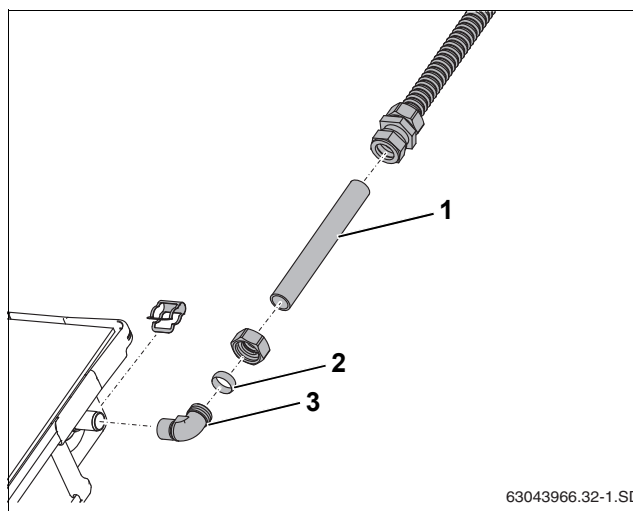

Рис. 61 Удлинение соединительной трубы
- ▶ Установите зажимное кольцо (рис. 61, [2]) и накидную гайку на уголок (рис. 61, [3]).
- ▶ Вставьте укороченную до требуемой длины трубу (18 мм, Рис. 61, [1]) в резьбовые соединения с зажимным кольцом.